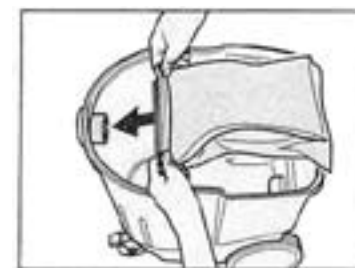

Abb. 6
- Bauen Sie die Papierfiltertüte, wie in Abbildung 6 gezeigt, ein: